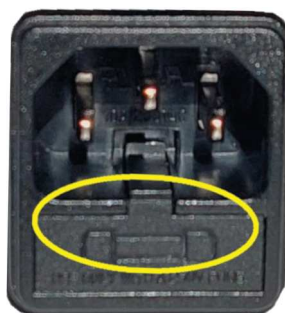

Fig. 100 - Sportellino con i fusibili da rimuovere
- Per la sostituzione dei fusibili nella presa elettrica che si trova dietro la stufa, fare leva con un cacciavite a taglio nello sportellino (vedi **Fig. 100**) ed estrarre i fusibili da cambiare.